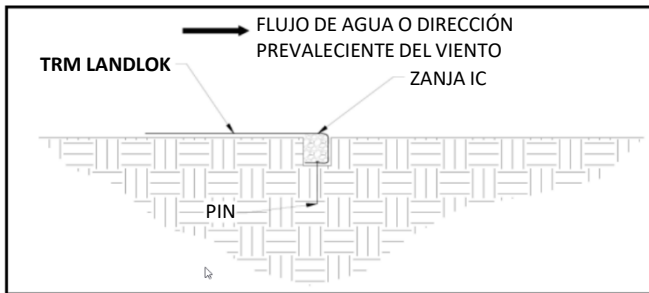

Figura 7: Zanja de inicio de canal (IC) completa
5. Doble el panel de LANDLOK sobre la zanja compactada IC (Figura 7) y coloque cada extremo del panel en la perspectiva de las zanjas COS.